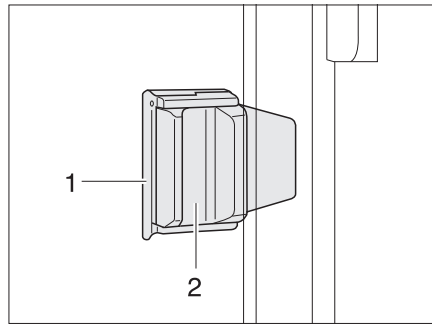

Bild 42 Schiebefenster mit Schiebeverriegelung
- Verriegelung (Bild 42,1) herausziehen.
- Griff (Bild 42,2) drücken und gleichzeitig nach vorn oder hinten schieben.